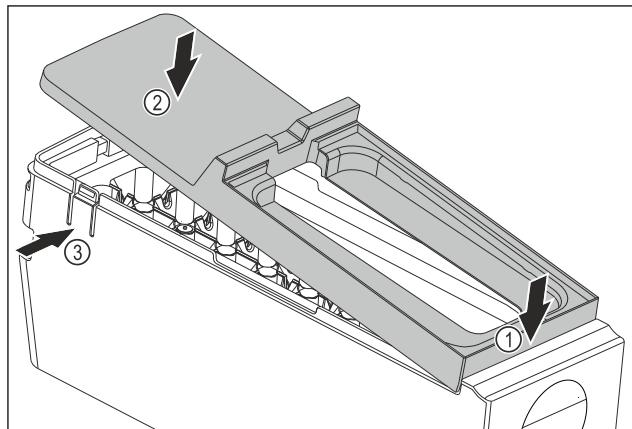

Fig. 81
- Monter le couvercle du corps de l'EasyTwist-Ice : Placer le couvercle à l'avant. Fig. 81 (1)
► Abaisser le couvercle à l'arrière. Fig. 81 (2)
► L'enclenchement du couvercle dans les deux languettes Fig. 81 (3) se fait entendre.